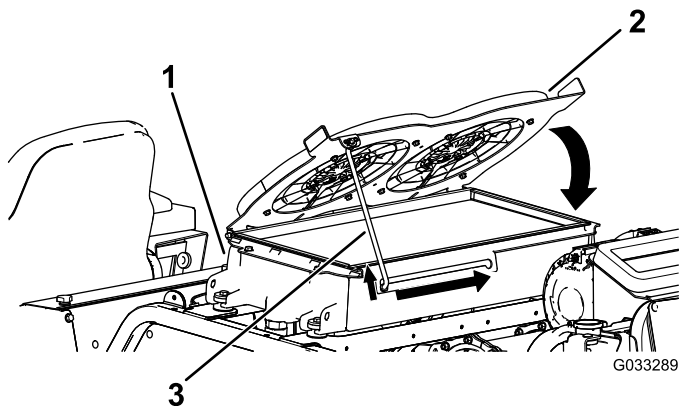

Figura 123
4. Rode as ventoinhas do refrigerador hidráulico para baixo e fixe a barra de apoio no entalhe (Figura 123).